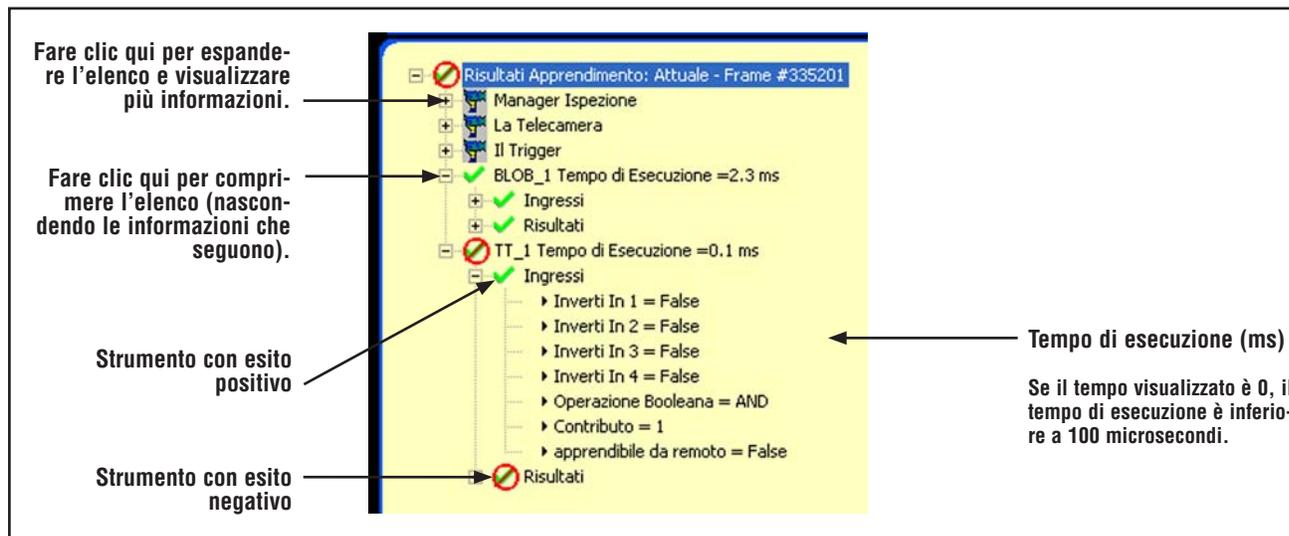

Figura 11-1. Finestra Risultati
- Se il valore corrente si trova all'interno delle tolleranze impostate per lo strumento Test, oppure se lo strumento è stato eseguito correttamente, comparirà un segno di spunta verde accanto al parametro (vedi **Strumenti con esito positivo** nella Figura 11-1)
- Se il valore corrente non si trova all'interno delle tolleranze impostate per lo strumento Test, oppure se lo strumento non è stato eseguito correttamente, comparirà un simbolo di errore rosso accanto al parametro (vedi **Strumenti con esito negativo** nella Figura 11-1)